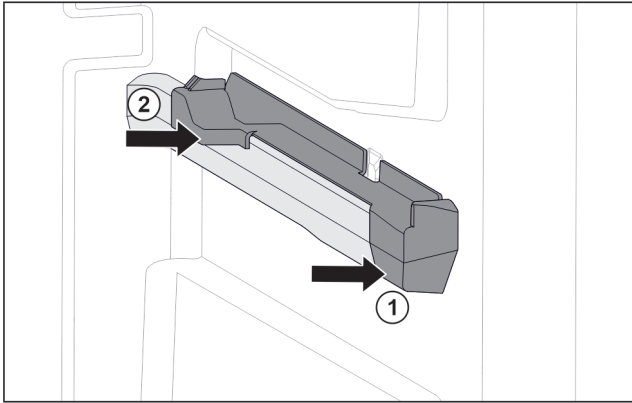

Fig. 94 Вставна частина на правому ребрі для резервуару
- ▶ Одягти вставну частину вперед на ребро резервуару. Fig. 94 (1)
- ▶ Притиснути вставну частину позаду. Fig. 94 (2)